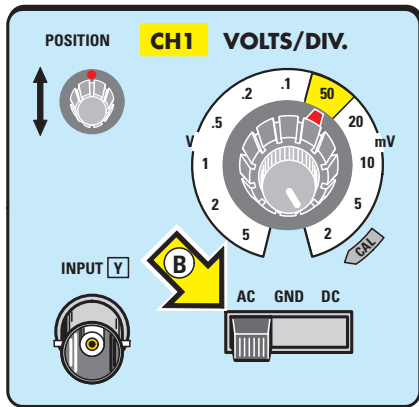

Figure 2 : Placez le sélecteur des V/div sur la portée 50 mV et mettez le levier B sur AC.
- placer le sélecteur Volts/div. du canal CH1 sur la portée 50 millivolts/div. (voir figure 2) et le levier du sélecteur AC-GND-DC du canal CH1 sur AC (voir flèche B),
Une fois l'oscilloscope préparé, il faut relier directement le câble de sortie du générateur HF à la pointe de touche de la sonde de l'oscilloscope et tourner le bouton RF Output (signal de sortie) du générateur HF jusqu'à visualiser à l'écran une bande de signal couvrant 6-7 carreaux verticalement comme le montre la figure 9. Nous avons choisi pour le bouton Volts/div. du canal CH1 (voir figure 2) une sensibilité de 50 millivolts car, même si l'on dispose du générateur HF le plus économique, on aura à sa sortie un signal d'environ 400-500 millivolts. Quand on a réglé l'amplitude sur 6-7 carreaux verticalement (voir figure 9), il est conseillé de ne plus toucher au bouton HF ou RF Output du générateur HF.